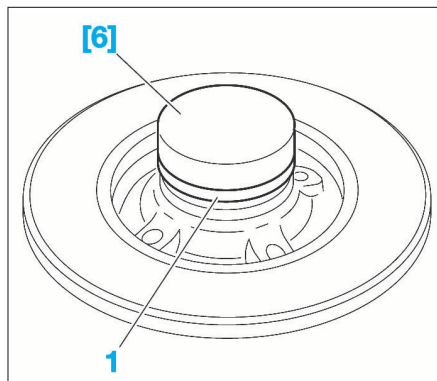

FIG. 43
- Positionner la cible radiale d'antiblocage de roue (1) sur le moyeu/disque de frein arrière (Fig.43).